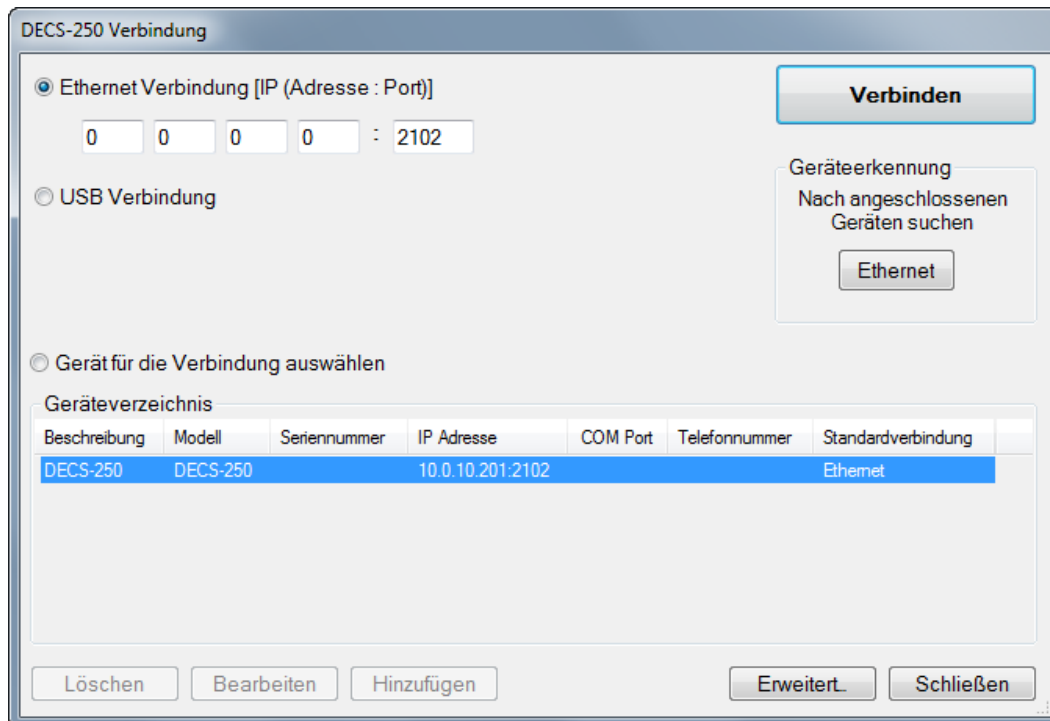

Abbildung 21-7. DECS-250E Verbindungsfenster
2. Klicken Sie in BESTCOMSPlus® auf *Kommunikation, Neue Verbindung, DECS-250E* oder Klicken Sie die Schaltfläche *Verbindung* in der unteren Menüleiste. Das DECS-250E Verbindungsfenster wird angezeigt. (Abbildung 21-7)